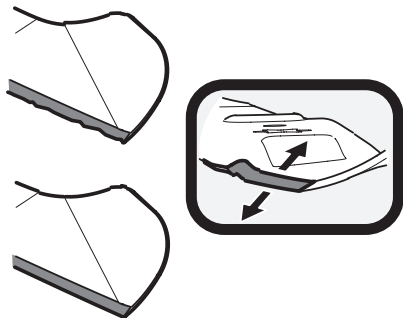

Figure 36
1. Pour aiguiser correctement les lames de coupe, aiguissez les deux tranchants des lames de façon égale, parallèlement à la voile, à un angle de 25° à 30°. Aiguissez toujours chaque lame de coupe de façon égale pour assurer l'équilibre des lames. Voir Figure 36.